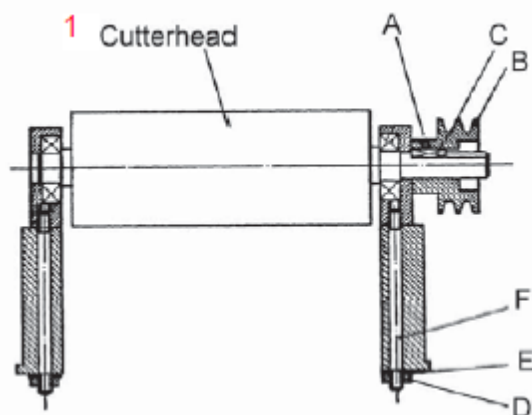

Рис. 30: 1 – режущий вал
4. Ослабить установочный винт (рис. 30, А) шестигранным ключом и снять шкив режущего вала (рис. 30, В) и шпонку (рис. 30, С).
5. Отвернуть гайки (рис. 30, D) и снять пружинные шайбы (рис. 30, E).
6. Поставить узел прямо. Шпильки (рис. 30, F) будут все еще ввернуты в корпуса подшипников.